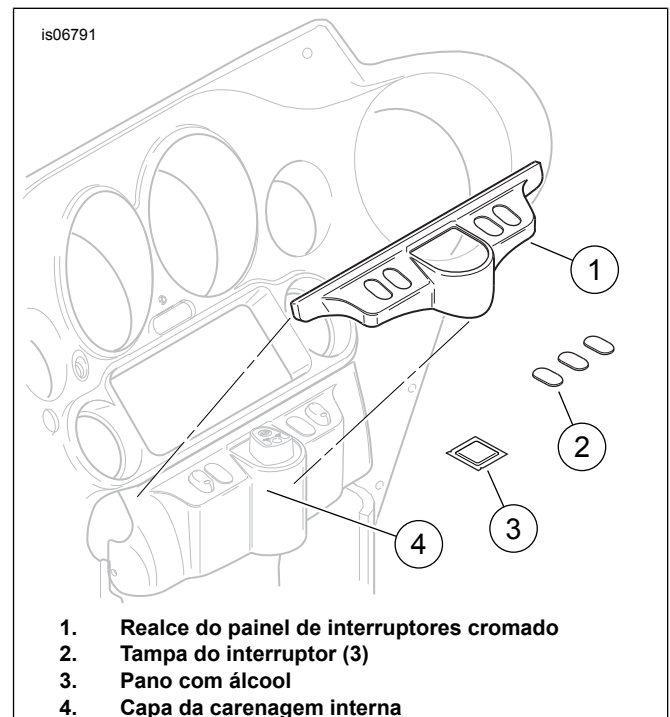

Figura 1. Instalação do realce do painel de interruptores
1. Veja Figura 1. Pegue o lenço com álcool (3) do kit. Abra a embalagem e use o lenço para limpar completamente toda sujeira ou graxa do topo e das laterais da capa da carenagem interna (4).
2. Na parte traseira do realce cromado (1), use a ponta de um dedo para esfregar as películas do adesivo para ativá-lo. Retire ambas as películas da parte traseira adesiva do realce cromado.